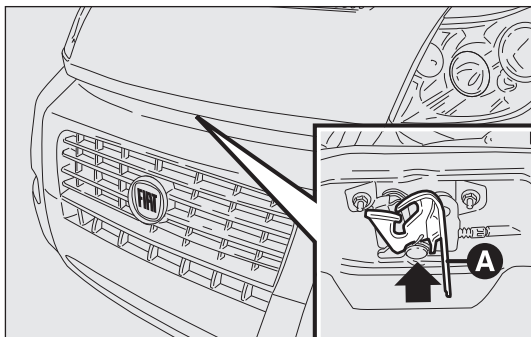

fig. 124
- tirer la manette A-fig. 124 comme l'indique l'illustration;